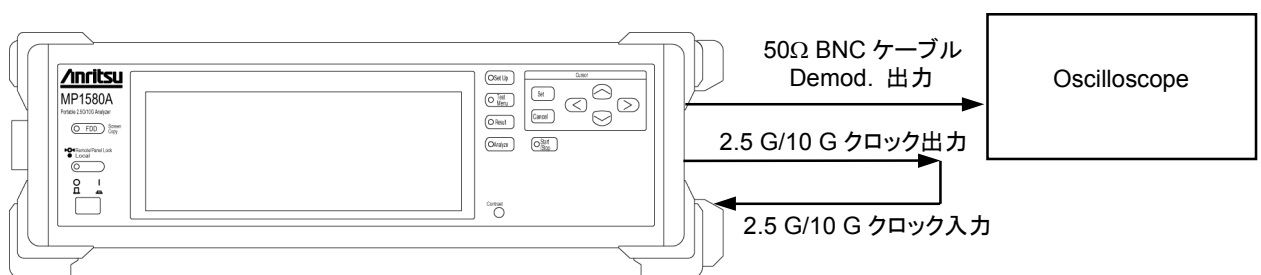

図 9.3 復調出力信号感度性能試験
- (1) 本器の電源スイッチを、OFF にします。
- (2) 2.5G/10G ジッタユニットを装着します。
- (3) 図 9.3 のようにクロック出力とクロック入力をケーブルで自己折り返しします。
- (4) Demod.out を 50Ω BNC ケーブルでオシロスコープに接続します。
- (5) 接続後、本器の電源スイッチを ON にします。